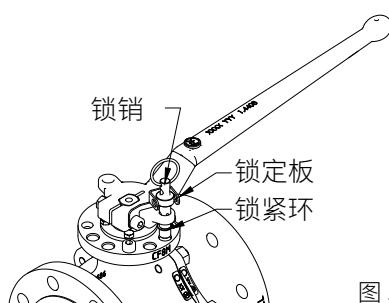

图 5
5.将支撑环 (#9) 安装在阀杆 (#4) 上，凸起的梯级朝下，直到它位于填料室的底部。（见图 5）。
6. 在锁销底部附近的凹槽中安装锁紧环（图 5）。这将确保锁销与手杆相连。